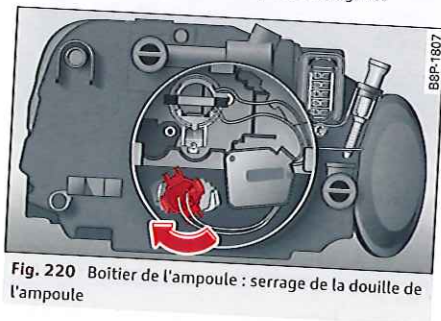

Fig. 220 Boîtier de l'ampoule : serrage de la douille de l'ampoule
- Remettez l'ampoule en place dans le boîtier du phare $\Rightarrow$ fig. 220. Tournez la fiche de
- ▶ Continuez de tourner la fiche de l'ampoule dans cette position dans le -sens de la flèche- jusqu'à ce qu'elle soit bien en place ⇒ *fig. 220.*